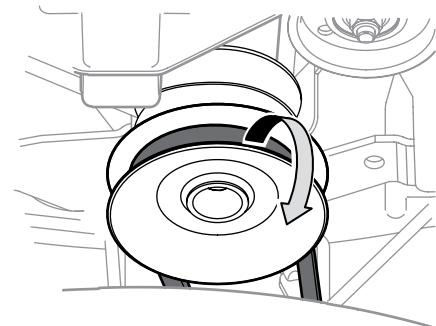

Figura 4-9
- Extraiga la correa de alrededor de la polea de la PTO del tractor. Consulte la Figura 4-9.
- Extraiga la correa de la plataforma de alrededor de la polea de transmisión de la PTO del tractor cortacésped como se indica en la Figura 4-9. Simplemente deje rodar un lado de la correa para que salga de la polea y luego debe seguir sacándola todo alrededor de la polea hasta que se sale de la polea.
9. Pase la correa de la plataforma a través de la varilla del guardacorrea y colóquela alrededor y sobre la polea de transmisión de la PTO, como se indica en la Figura 4-9.